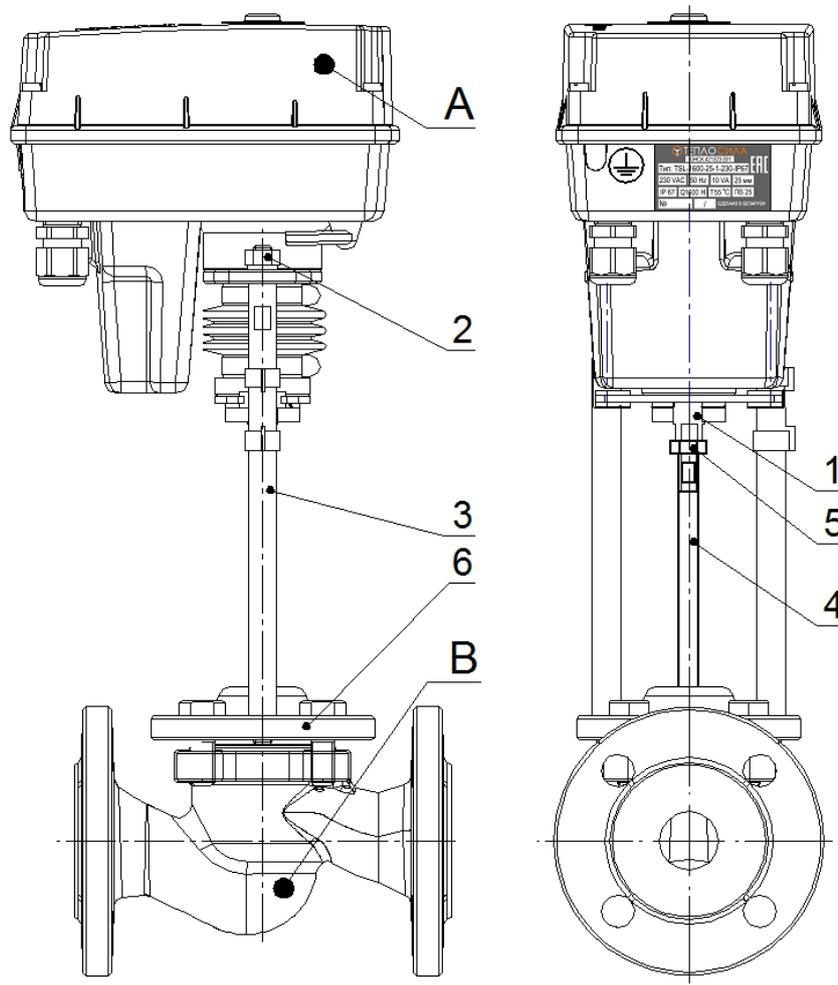

Рисунок 3. Механическое присоединение в столбчатом исполнении
3.1.1 Механическое присоединение в столбиковом исполнении (рисунок 3).